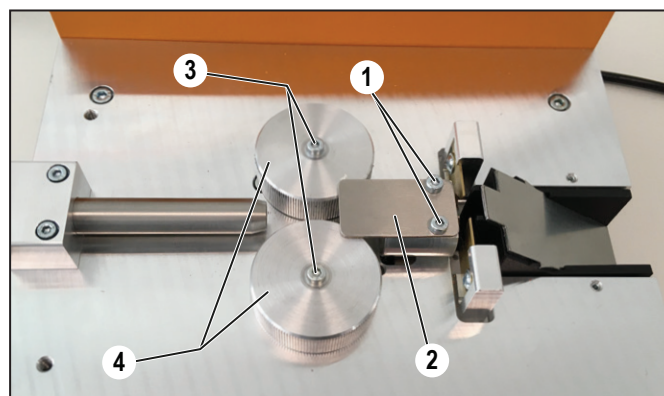

Figura 8.5 Renovar los rodillos de alimentación
- Retire los tornillos de sujeción (Figura 8.5, 1)
- Retire la placa cobertora (Figura 8.5, 2).
- Retire la unidad de tornillos de sujeción (Figura 8.5 3)
- Retire los rodillos de alimentación (Figura 8.5, 4) y coloque los rodillos nuevos.
- Monte de nuevo la placa cobertora (Figura 8.5, 2).